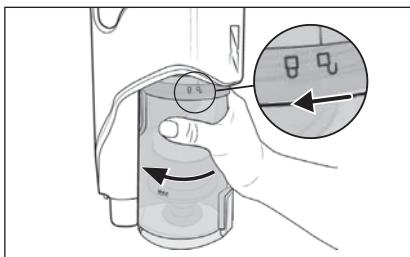

Abb. 22
- Um den Schmutzbehälter 7 vom Gerät zu entfernen, drehen Sie ihn in Richtung des Symbols □ (öffnen), bis er sich vom Gerät lösen lässt (siehe Abb. 22).